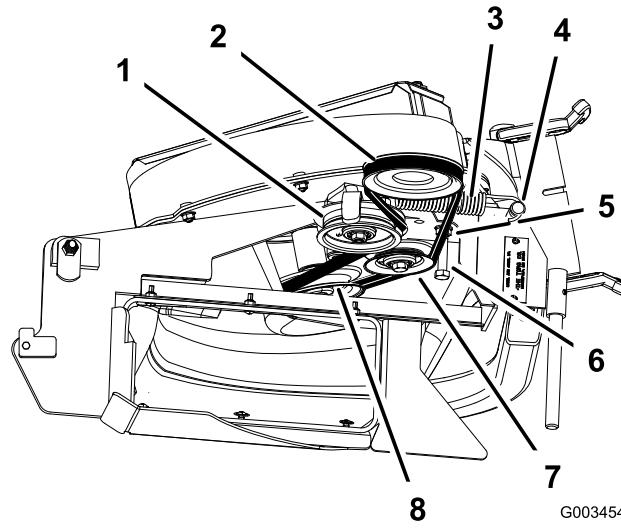

Bild 44
- Lockern Sie die Schraube der Riemenführung (Bild 44).
- Legen Sie den neuen Riemen um die Riemenscheibe am Gebläse (Bild 44).
- Ziehen Sie die Schraube der Riemenführung (Bild 44) an.
9. Verlegen Sie den Riemen auf die gefederte Spannscheibe (Bild 44).